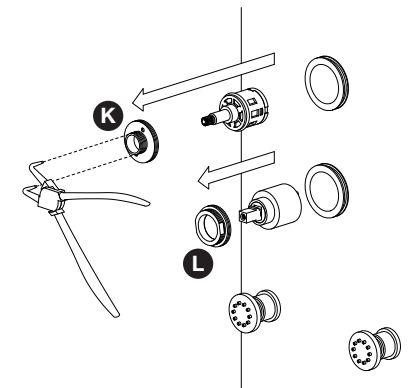

Fig.6
4. Con ayuda de un alicate de punta acodada desenrosque la tuerca K. Con una llave plana N°28 desenrosque la tuerca L (ver Fig.6). Ahora ya puede extraer el inversor y el cartucho momomando.